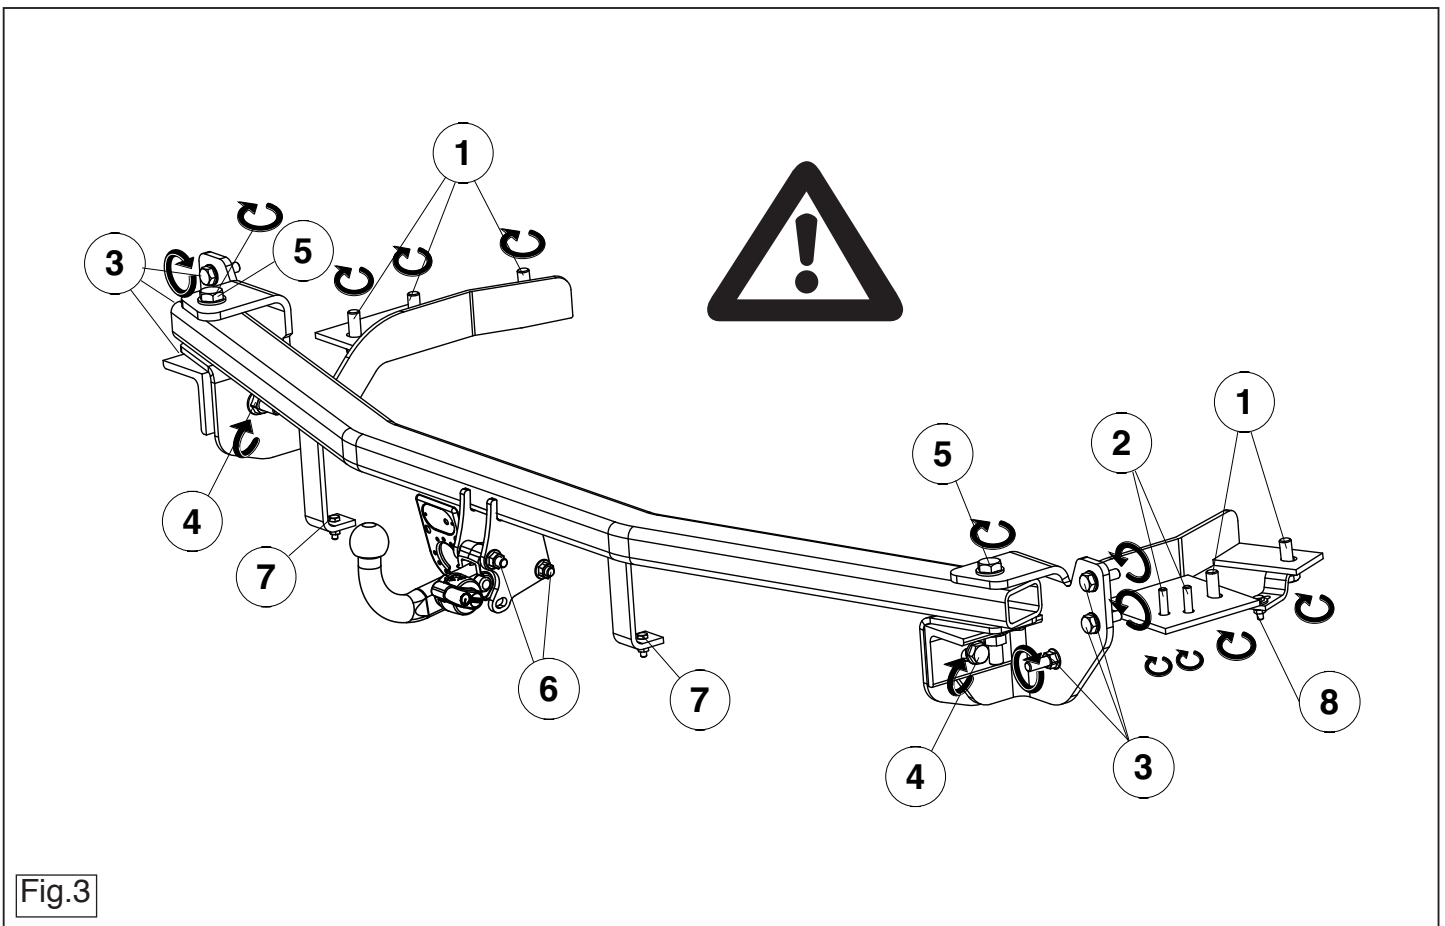

Fig.3
10. Alle Schrauben und Muttern gemäß den Angaben in der Skizze festdrehen. Siehe Abbildung 3.
10. Tighten all nuts and bolts to the torque indicated in the sketch. See fig. 3.
10. Serrer tous les boulons et écrous conformément au tableau. Voir la fig. 3.
10. Spænd alle bolte og møtrikker jf. tabellen. Se fig. 3.
10. Затянуть все болты и гайки в соответствии со значениями, указанными в таблице. См. рисунок 3.